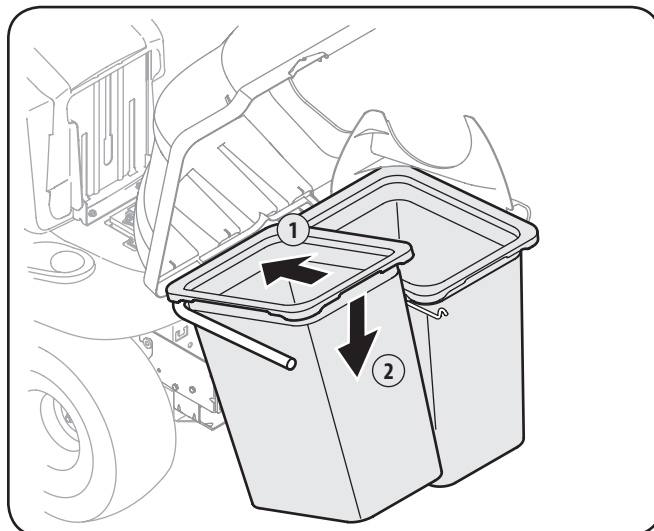

Figure 4-17
8. Installez les deux assemblages de sacs avec les côtés du grillage serrés faisant face vers l'avant, sur les supports de fixation des sacs en insérant d'abord le bord avant, comme illustré à la Figure 4-17 et en déposant le bord arrière jusqu'à ce qu'il s'insère dans l'assemblage.